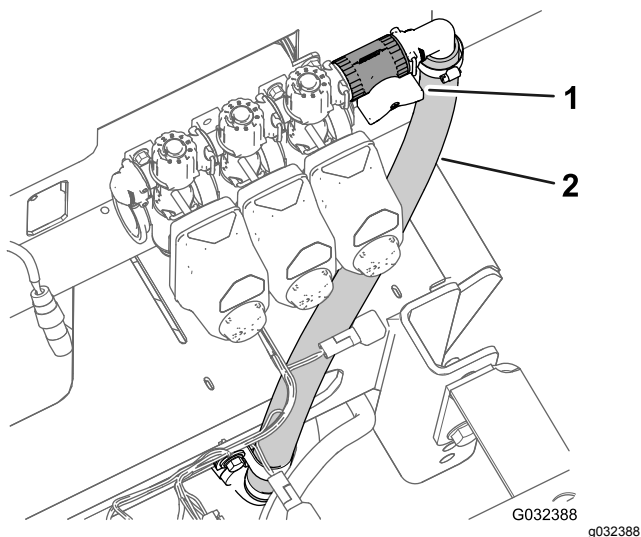
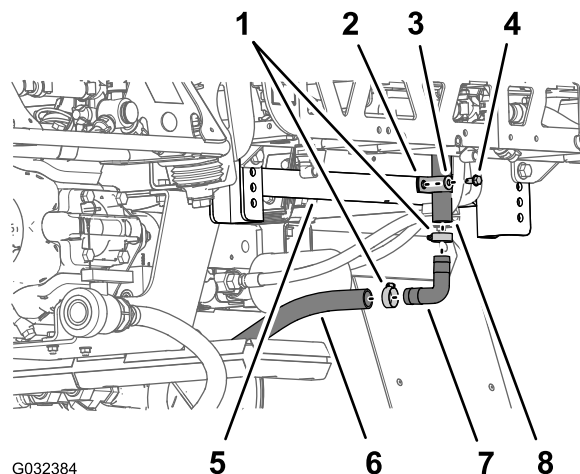

Figura 50
Figura 51
1. Na extremidade inferior do tubo de distribuição superior, retive o parafuso de cabeça flangeada (5/16 x 3/4 pol.), a anilha (5/16 pol.) e o grampo em R que prende o tubo de distribuição superior à placa da sela traseira da máquina (Figura 50 e Figura 51).
2. Retire as 2 braçadeiras de tubos que prendem o tubo de distribuição superior e o tubo de distribuição inferior à união estriada de 90° (Figura 51).
3. Retire a união estriada de 90° dos tubos (Figura 51).
- Retire a união em T do tubo da válvula de drenagem e o tubo de drenagem do depósito traseiro (Figura 51).